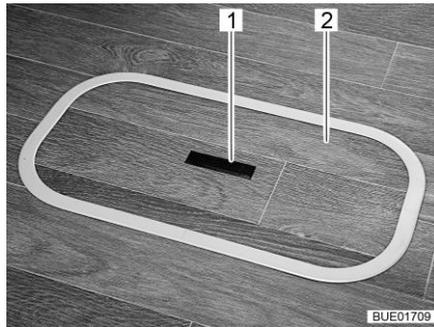
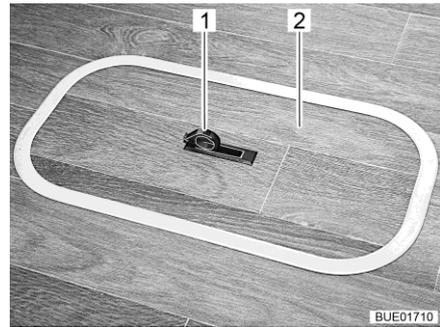

Fig. 69 Copertura scomparto del pavimento (maniglia abbassata)
Fig. 70 Copertura scomparto del pavimento (maniglia alzata)
- Spingere la piastra di presa (Fig. 69,1) verso il basso da un lato. La maniglia (Fig. 70,1) viene ruotata verso l'alto.
- Rimuovere la copertura (Fig. 69,2 o Fig. 70,2) tirandola verso l'alto.